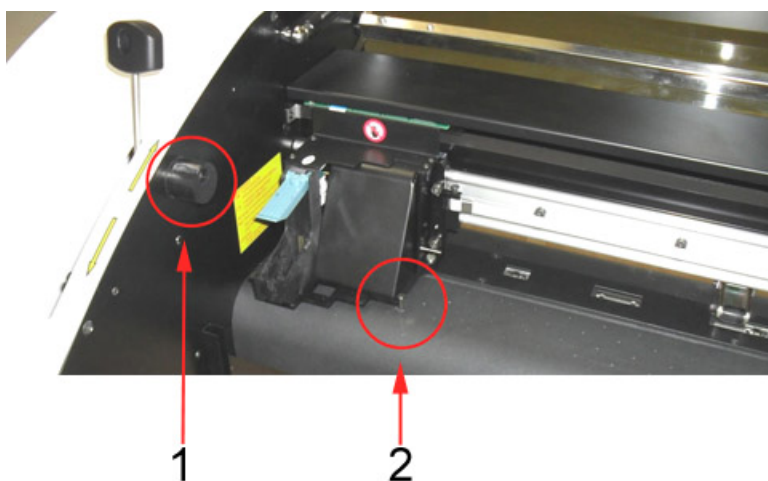

Figura 12. Tope de goma izquierdo y tornillo
11. Es posible que la **cubierta delantera** se mueva durante el envío y pierda su alineación. Si no está colocada en posición horizontal, gire los **topes de goma** situados debajo de la izquierda y la derecha de la **cubierta delantera** hasta que quede apoyada uniformemente en ambos lados (Figura 12).
12. Saque el tornillo que está al lado del portacartuchos de chorro de tinta (Figura 12).